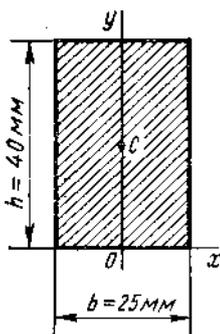

Рис.9
6. Чему равны статические моменты относительно осей  $x$ ,  $y$  прямоугольного сечения, размеры которого показаны на рис. 9?